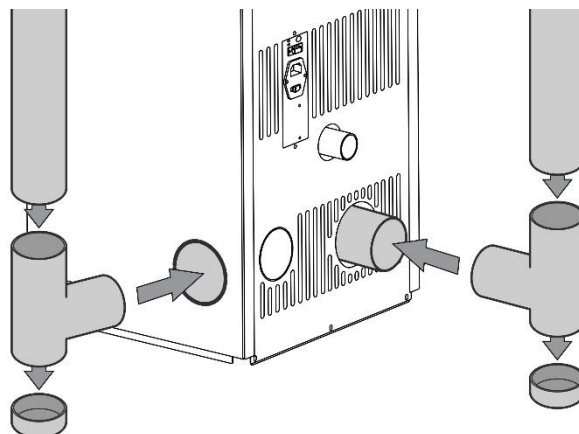

Fig.16
- C) Rimuovere il raccordo a T e aspirare la cenere anche da quest'ultimo (è possibile eventualmente pulire il raccordo a T anche tramite il tappo di ispezione fig.16).